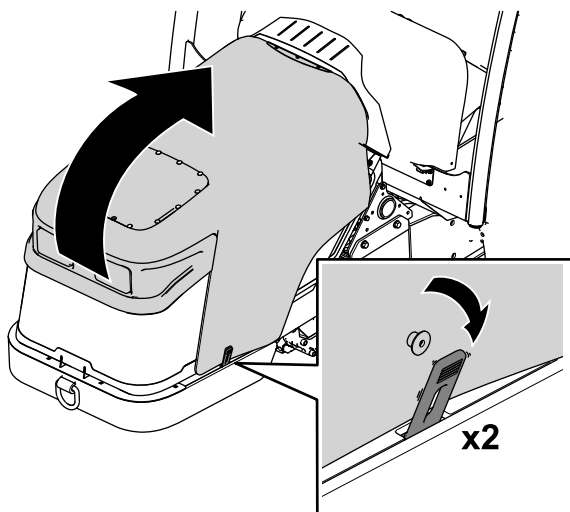

Figure 70
1. Détachez les attaches de chaque côté de la machine (Figure 70).
2. Ouvrez le capot (Figure 70).